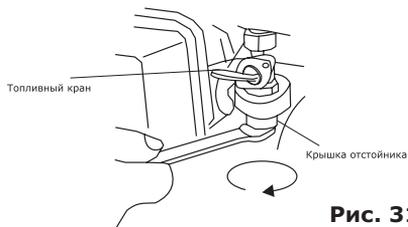

Рис. 31
- Отверните болт крышки отстойника, расположенный снизу топливного крана при помощи ключа (рис. 31);